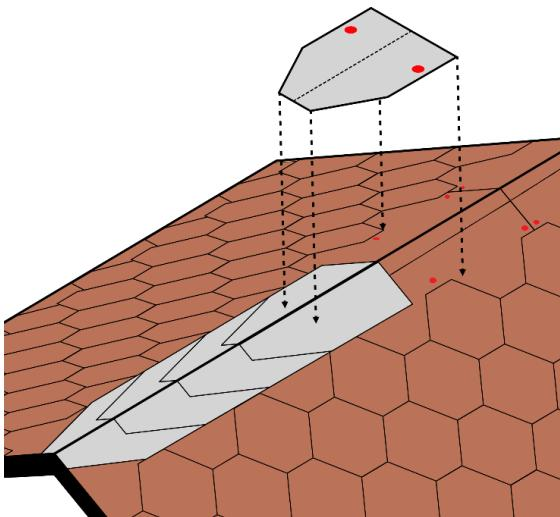

Fig. 11 - Posa elementi colmo
- Fissare il primo elemento colmo con 2 chiodi zincati da almeno 32mm di lunghezza, un chiodo per ogni lato – Fig. 11. Procedere con la posa degli altri elementi colmo in sequenza, lasciando una parte esposta di 10 cm tra un elemento e quello successivo.